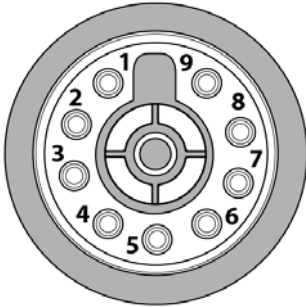

Рис. 8.2. Панельный разъём
3. Подключите кабельный разъём плазмострона к разъёму аппарата на передней панели (См. рис. 8.2). убедитесь в плотной фиксации соединения.